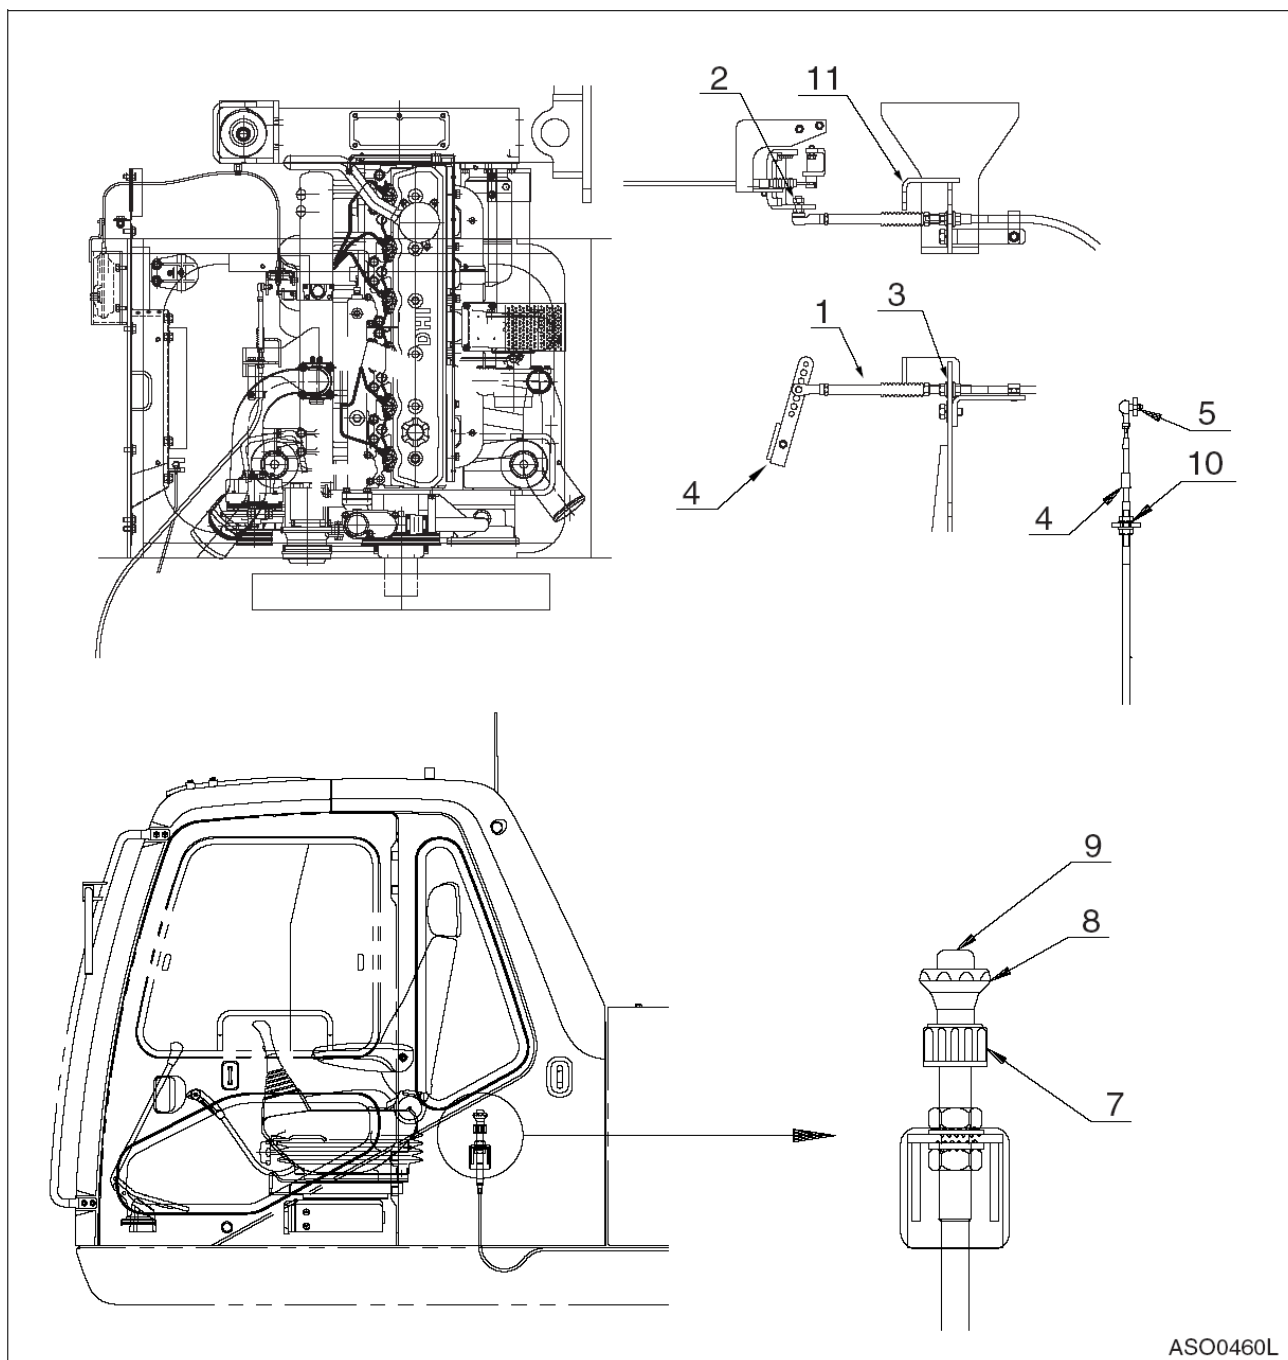

Рис. 44
7. Отсоединить кабель управления (1, рис. 44), сняв гайку и пружинную шайбу (2), и ослабив гайки (3), удерживающие кабель.
8. Снять гайку и пружинную шайбу (5, рис. 44) с кабеля ручного управления двигателем (4) и ослабить гайки (10), удерживающие кабель. Закрепить шаровое соединение кабеля ручного управления двигателем в отверстие (6) при помощи гайки и пружинной шайбы (5), и вставить его в гнездо (11), затянув гайки (10).
11. На задней части левой стойки управления находится элемент управления дроссельной заслонкой и штангенциркуль с нониусом. Механизм управления дроссельной заслонкой – нажимно-вытяжного и/или винтового типа. Следует повернуть запорное кольцо (7, рис. 44) в основании механизма в разблокированное положение перед регулированием дроссельной заслонки. Быстрое регулирование скорости двигателя выполняется посредством поворота запорного кольца в разблокированное положение (RELEASED) и нажатия кнопки (DEPRESSING) (9) (в центре ручки (8)). Вытягивание ручки на себя (OUT) увеличивает обороты двигателя, а от себя (IN) – уменьшает обороты. Вращением ручки можно выполнить точное регулирование скорости двигателя. Повернуть ручку против часовой стрелки, чтобы увеличить скорость двигателя, и по часовой стрелке, чтобы снизить скорость двигателя. Если набрано достаточное количество оборотов, установите запорное кольцо (7) в блокирующее положение.